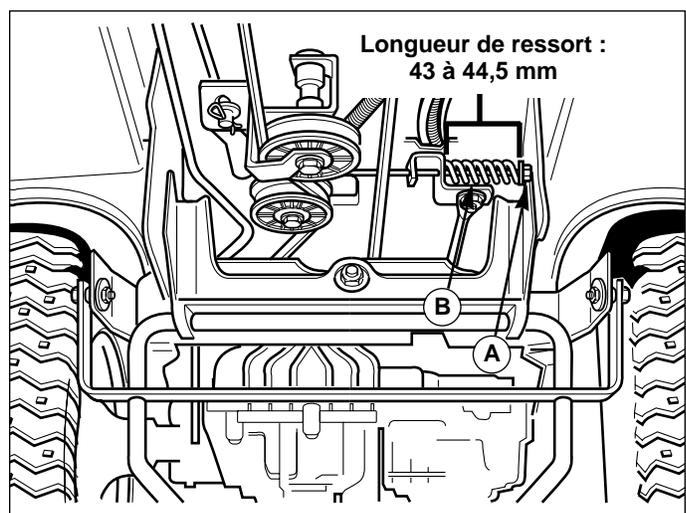

Figure 29. Réglage du ressort de frein –
2. Voir la Figure 29. Le tracteur étant garé sur une surface plane, régler l'écrou de la tige de frein (A) jusqu'à ce que le ressort (B) soit comprimé à une longueur de 43 à 44,5 mm.